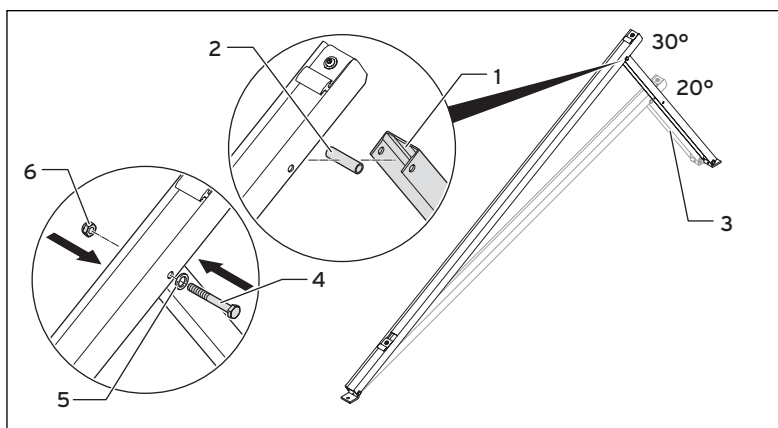

Рис. 5.10 Сборка каркасов
- Затяните винты ножек (5).
- Затяните винты на установочной планке (→ Рис. 5.10, поз. 4).
- Настройте ножку установочной планки так, чтобы она могла стоять на голландской черепице (1).
- Привинтите верхнюю гайку (2) и затяните выше ножки (с SW 17).
- Отделите резьбовой стержень прямо над гайкой (3).
- Зачистите стыки (4).